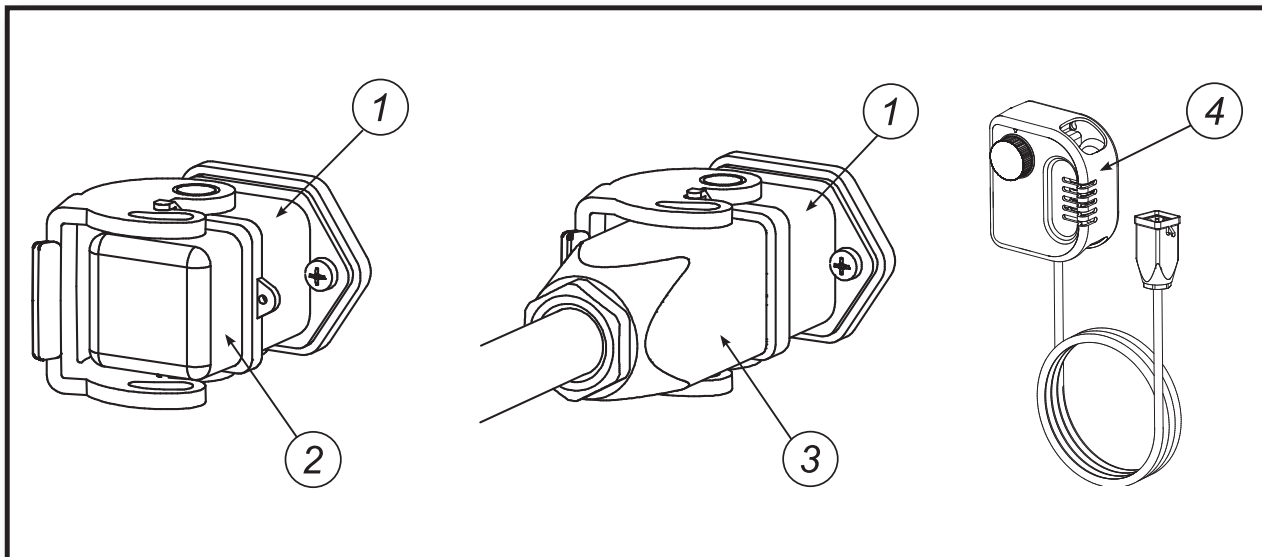

Fig. 6
- Introduceți obturatorul cu flansă 2 fig. 6 în priză
- Înlăturați obturatorul cu flansă 2, fig.6
- Introduceți fișa termostatului 3 în priza termostatului 1, fig 6
- Termostatul 4fig. 6 nu poate fi situat în dreptul jetului de aer fierbinte din încălzitor. Termostatul trebuie să se afle într-o încăpere încălzită.